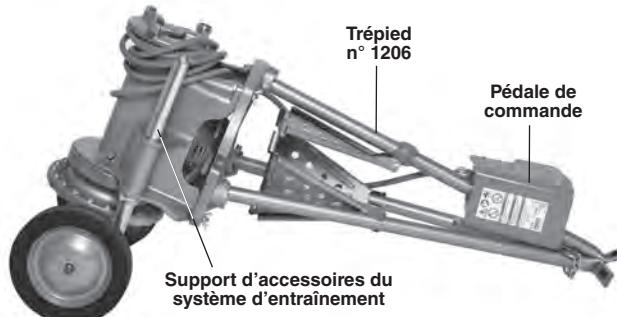

Figure 29 – Appareil prêt au transport sur chariot n° 32 Transporter
5. Enroulez le cordon d'alimentation et enfilez la pédale de commande sur la jambe comme indiqué à la Figure 29.